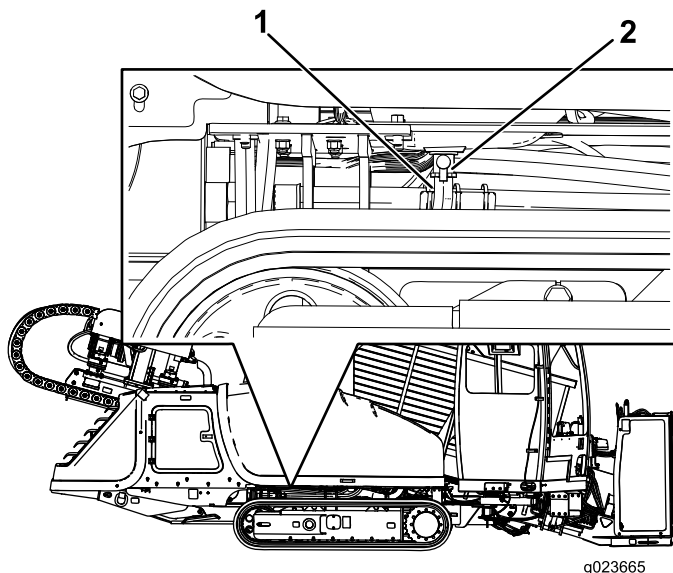

Bild 91
2. Stellen Sie sicher, dass der Ablassschlauch (Bild 91) vorsichtig nach oben gezogen wird, und dass das Schlauchende in der Auffangwanne ist.
3. Öffnen Sie das Ablassventil (Bild 91).
5. Schließen Sie das Ablassventil, wenn das Öl abgelaufen ist (Bild 91).
6. Bringen Sie den Ablassschlauch wieder in die Originalstellung (Bild 91).